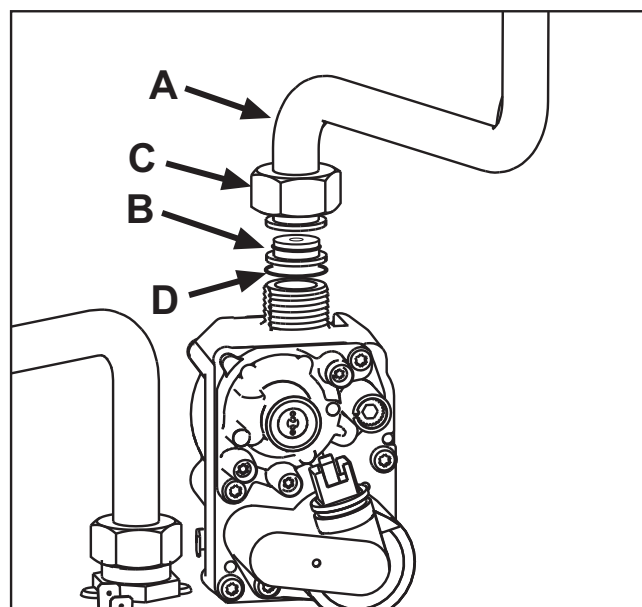

fig. 22
4. Svitare il girello C e rimuovere il tubo gas A dalla valvola gas (vedi fig. 22).
5. Sostituire l'ugello B inserito nel tubo gas con quello contenuto nel kit di trasformazione interponendo la guarnizione D (vedi fig. 22).